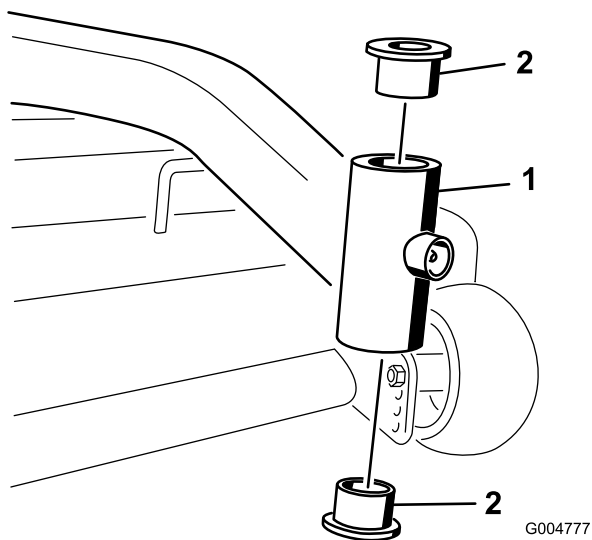

Figura 38
4. Inserite un punzone a perno nel tubo di montaggio ed estraete con cautela le boccole (Figura 38).